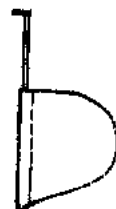

图 6
v. 舵: 用 60 毫米长的铁丝弯成 Γ 形作舵柄, 再把长 28 毫米, 宽 25 毫米薄铁皮按图 6 剪成小舵, 依虚线弯折, 包住铁丝, 并把舵柄插入船尾中线上钻穿的小孔内, 即成船舵 (图 6)。